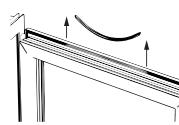

Рис. 5
2. Удалить отрезанный уплотнитель из паза створки (рис.5).